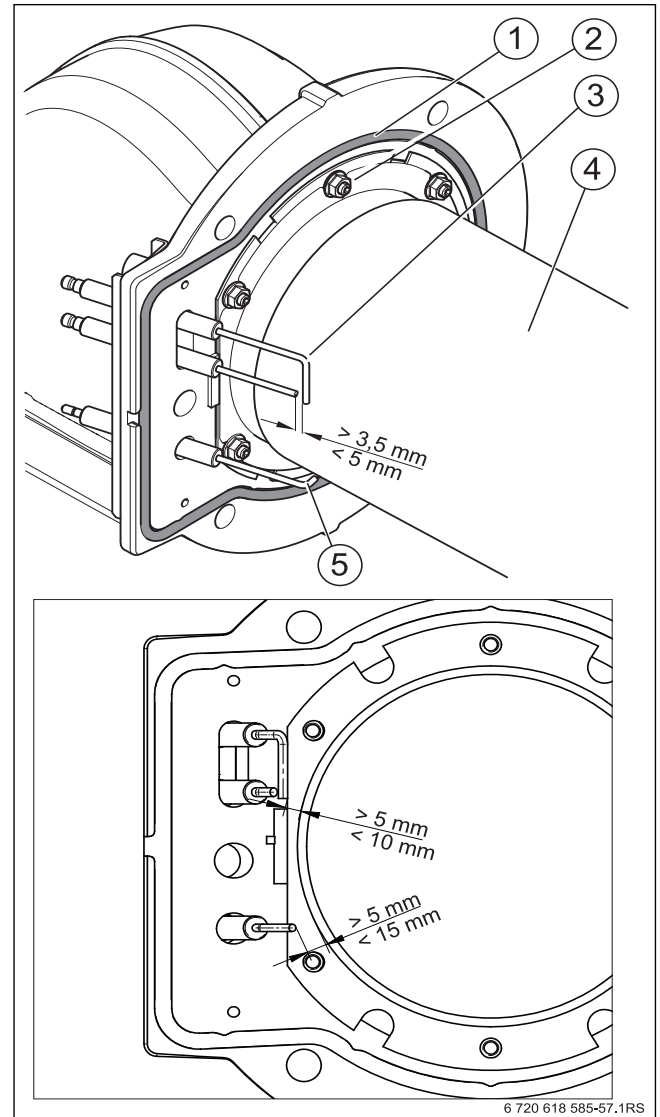

Bild 59 Elektrodenposition einstellen
- ▶ Abstände der Elektroden messen und mit den Vorgaben in Bild 59 vergleichen.